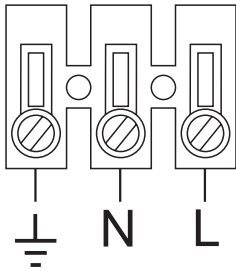
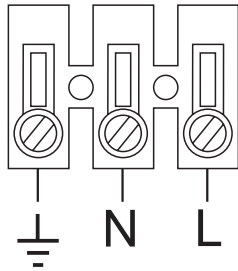

Fig.2
Fig.3
- I motori che equipaggiano i modelli TD-MIXVENT e monofasico. Per il collegamento elettrico alla rete di alimentazione seguire lo schema indicato nella fig.2. Risulta inoltre possibile un collegamento con un regolatore di tensione tipo REB, in questo caso seguire lo schema indicato nella fig.3